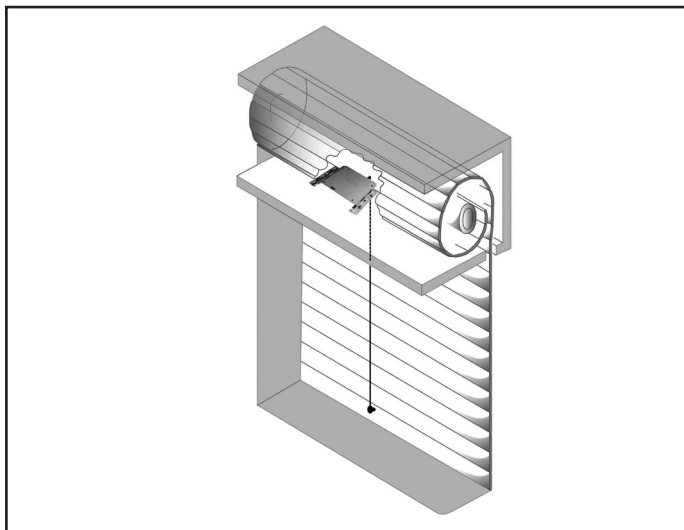

Fig. 2
- Installare il dispositivo all'interno del cassonetto della tapparella (fig. 2) fissandolo con le viti in dotazione o altro mezzo opportuno. Agganciare l'anello capicorda sull'ultima stecca della tapparella.
- Install the device inside the roller shutter box (fig. 2) fastening it with the screws supplied or with other suitable means. Attach the cable lug eyelet to the last slat of the roller shutter.